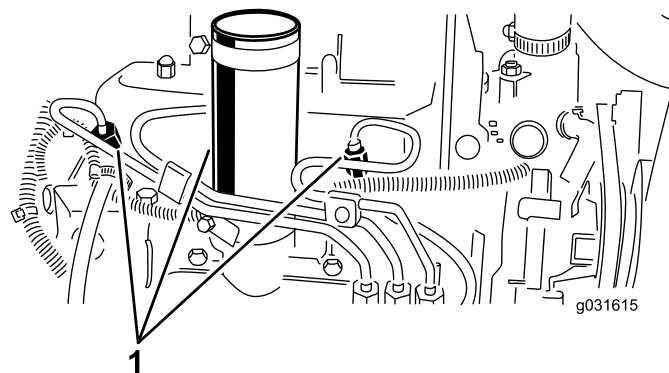

Figura 54
1. Slăbiți conexiunea conductei la duza nr. 1 și ansamblul de susinere (Figura 54).